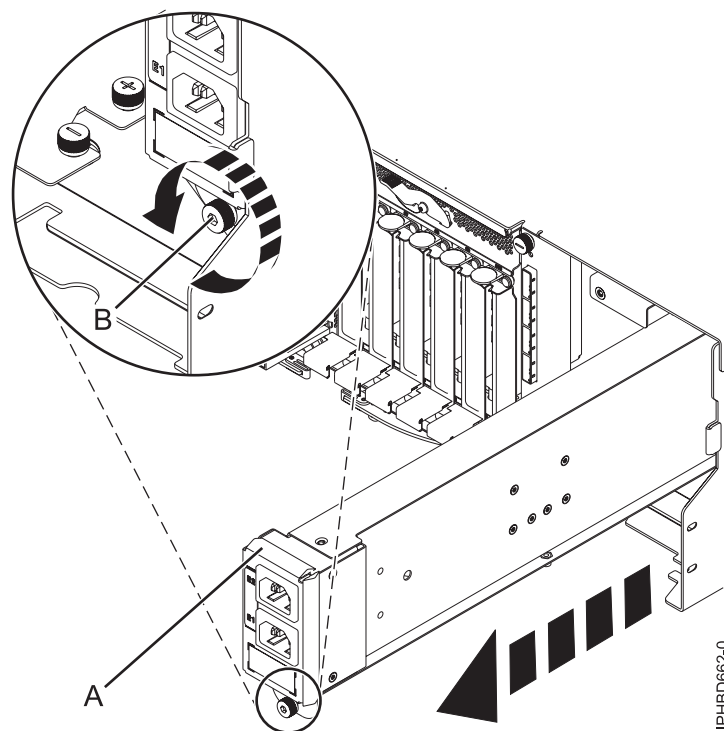

Figure 29. Retrait d'un répartiteur de puissance en entrée
8. Desserrez la vis moletée (**B**) située sur le répartiteur de puissance en entrée. Retirez ensuite le répartiteur de l'unité d'extension comme illustré à la figure 29, à la page 29.